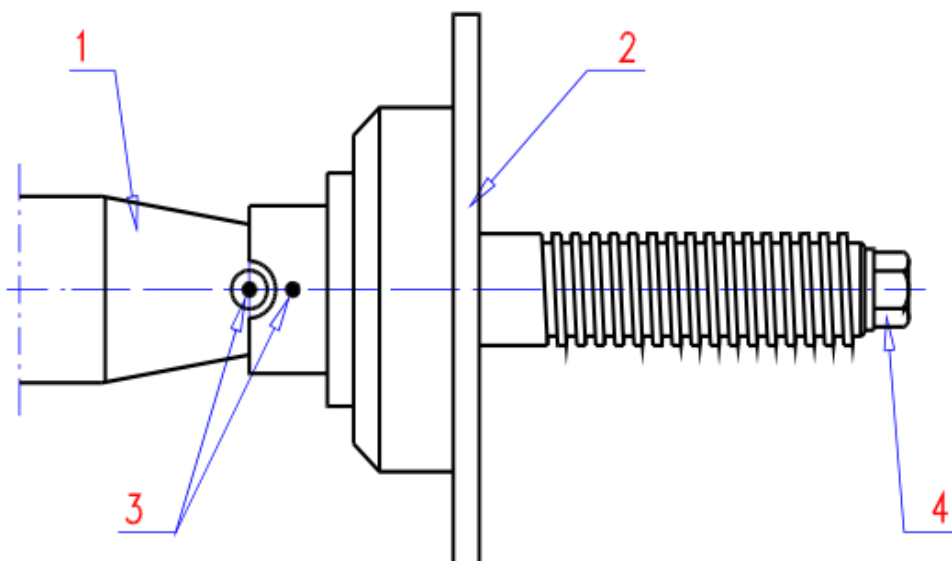

Fig. 5.2 Hovedaksel (Uden quickbespænding og konus)
Den monteret aksel, flade og gevind er vist i fig. 5.2. Før monteringen nedenstående dele skal alle overflader rengøres.
For at montere motorcykelkitet korrekt skal motorcykel kitets hovedplade (1) monteres på afbalanceringsapparatets hovedaksel (1 i fig. 5.2). Efterfølgende skal kitets aksel (3) skrue monteres med den medfølgende bolt og strammes med en str. 22 nøgle.
Hvis afbalanceringsapparatet ikke har monteret akslen til afbalancering af personvognshjul, skal dette selvfølgelig gøres (fig. 5.2), Montering foretages som anvist i kapitel 5.3.